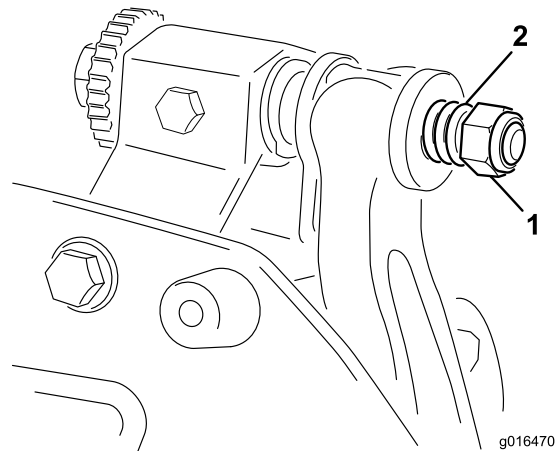

图 17
6. 旋紧弹簧加压螺母直到弹簧完全压紧然后往回松开 1/2 圈图 17。